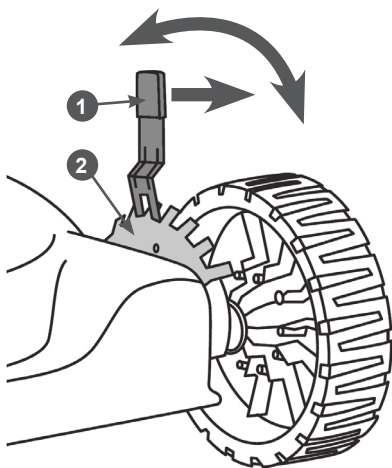

Рис. 15 Регулировка высоты скашивания
- А) выведите рычаг 1 регулировки из зацепления с зубчатым сектором 2 (Рис. 15);
- Б) переместите рычаг 1 регулировки в требуемое положение и снова введите в зацепление рычаг и зубчатый сектор (Рис. 15).